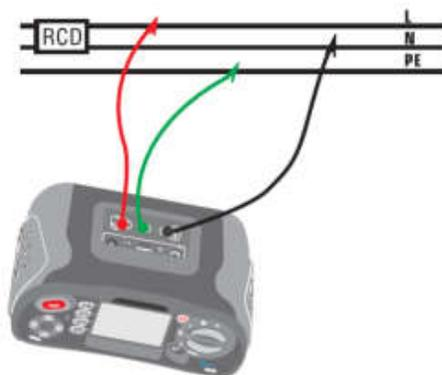

Рис. 15 Тестирование УЗО – подключение тестовых проводов
- 4- Подключите тестовые провода, как показано на рис.15.